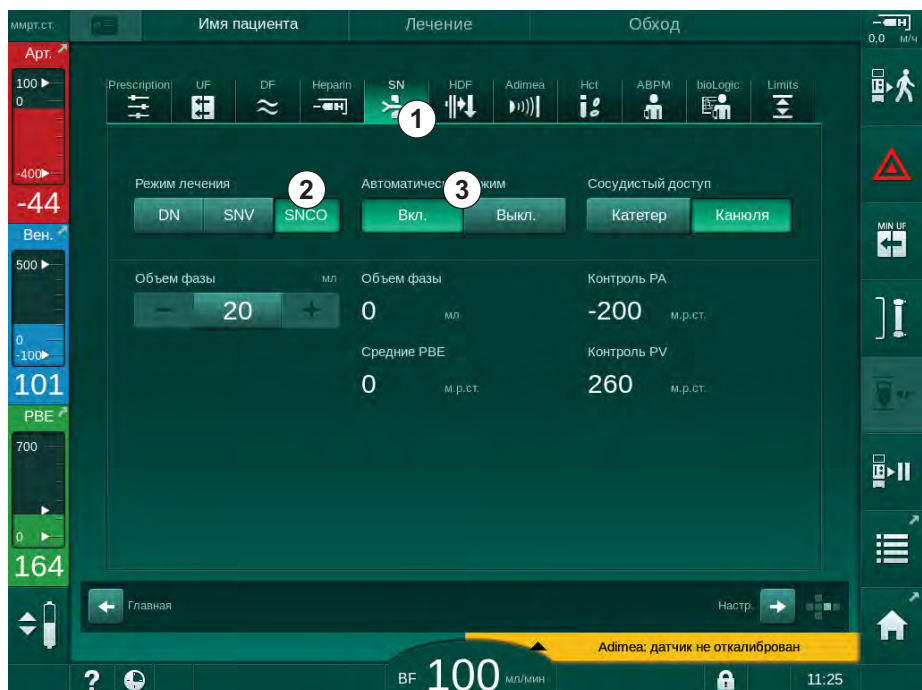

Рис. 9-1 Переход на терапию с одной иглой SNCO
2. Нажмите на значок *SN* (Рис. 9-1, ①).